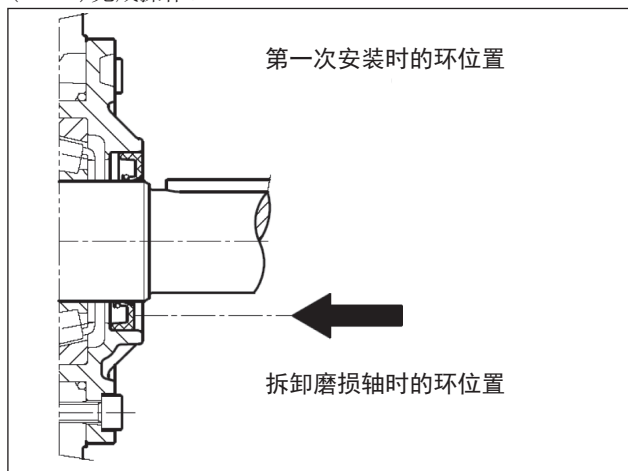

图7
- 如果有必要更换，使用工具(代码27904500)定位新的密封环，如图7所示。
如果泵轴在与密封唇接触的区域有直径磨损，为避免磨削操作，可以重新定位密封环与盖子紧靠，如图7所示。